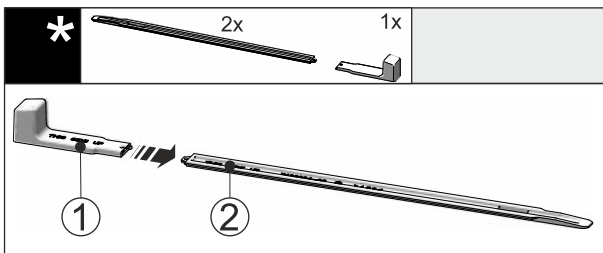

Fig. 45
▶ Montagegriff Fig. 45 (1) an die Nivellierschiene Fig. 45 (2) stecken.